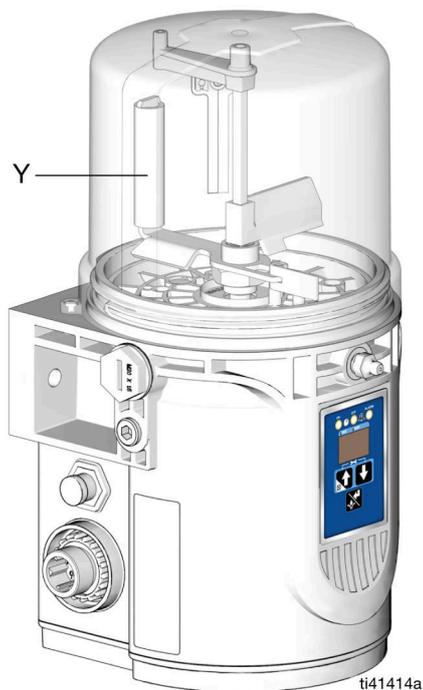

FIG. 21
1. Conecte la manguera de llenado al racor de engrase Zerk de llenado de entrada (E) (FIG. 21).